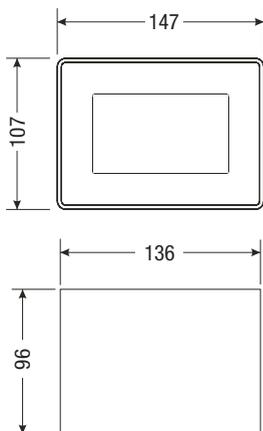

Fig. 3
- Prevedere cava per montaggio in quadro di controllo con dimensioni riportate in Fig. 3 e 4 .